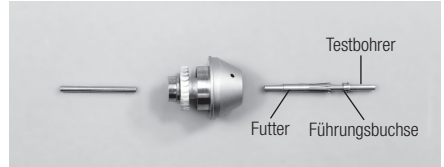

Abb. 19
- 3) Nach Abnahme der Rotorschacht-Mutter das Spannfutter vorsichtig mit dem Testbohrer oder dem Schaft des Bohrers von hinten herausdrücken. Die Führungsbuchse und das Spannfutter können herausgenommen werden (Abb. 19).